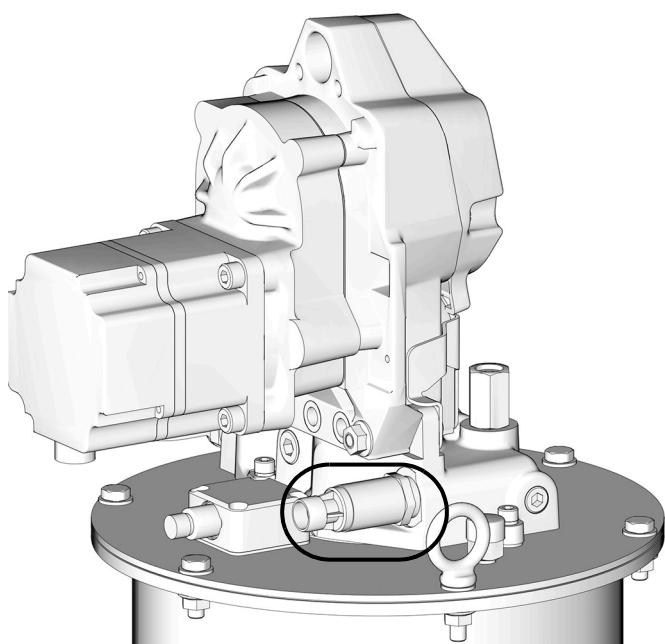

FIG. 23
El interruptor de presión (T) viene ajustado de fábrica a 20,7 MPa (207 bar, 3000 psi) (FIG. 23).